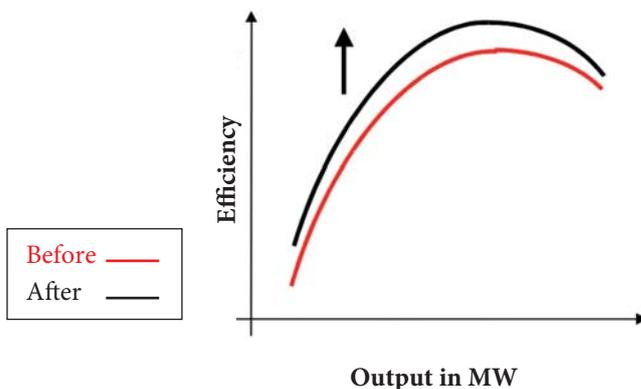

Figure 2
- Une amélioration du rendement qui permet une meilleure utilisation de l'eau et une performance supérieure grâce à une plus grande génération d'énergie. (figure 2)